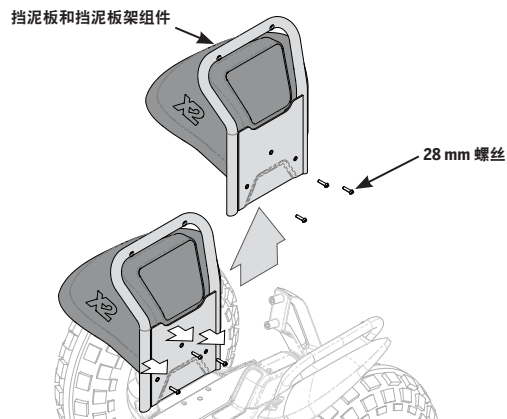

图 72：拆卸/安装 x2 SE 挡泥板/挡泥板架组件
2. 使用一把 4 mm 六角扳手卸下三颗 28 mm 螺丝（参见图 72）。